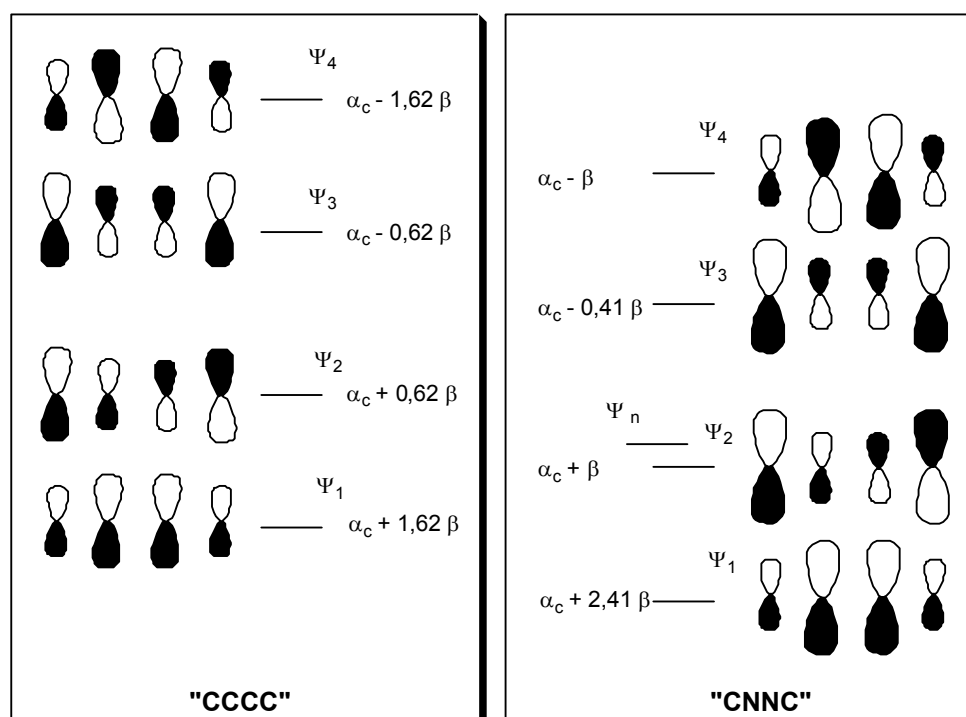

Figure 12. Orbitales du système π (et ψ_n) des enchaînements "CCCC" et "CNCN".
La méthode de Hückel, appliquée à ces deux enchaînements, donne les diagrammes du système π représentés en Figure 12. Dans le cas de "CCCC", ψ_2 et ψ_3 sont respectivement la HO et la BV. Dans le cas de "CNCN", une OM supplémentaire, ψ_n , s'insère entre les orbitales ψ_2 et ψ_3 du système π . ψ_n est principalement composée d'orbitales portant les doublets non liants des atomes d'azote et ne fait elle-même pas partie du système π .
3.14 Compléter avec les électrons les OM de "CNCN" représentées sur la Figure 12 pour l'état fondamental.